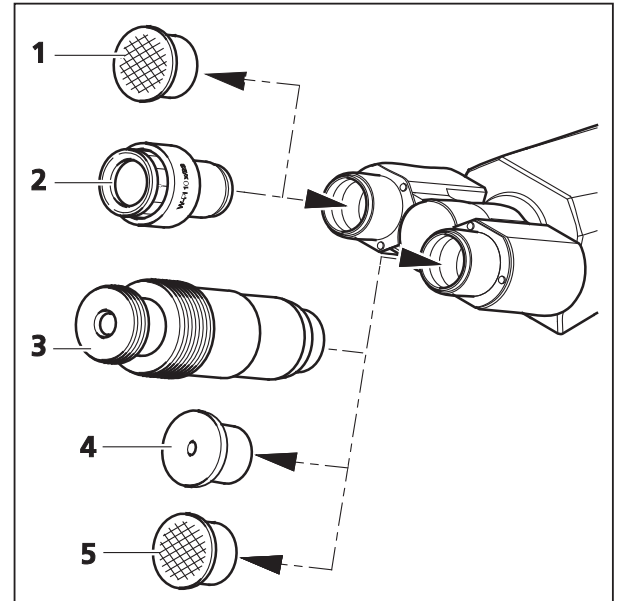

Fig. 3-6 Pose des oculaires
- Déposez les deux caches de protection (Fig. 3-6/1 et 5) du tube binoculaire.
- Sortez les deux oculaires (Fig. 3-6/2) de leur emballage et introduisez-les dans le tube binoculaire jusqu'en butée.
- Vous pouvez insérer le microscope auxiliaire (Fig. 3-6/3) dans le tube à la place d'un oculaire pour observer les diaphragmes d'ouverture, de phase et de fond noir ou pour centrer les diaphragmes de phase. La lentille oculaire réglable permet de faire la mise au point sur ces diaphragmes.
- Le microscope auxiliaire (Fig. 3-6/3) ou le dioptré (Fig. 3-6/4) servent à observer des images conoscopiques.